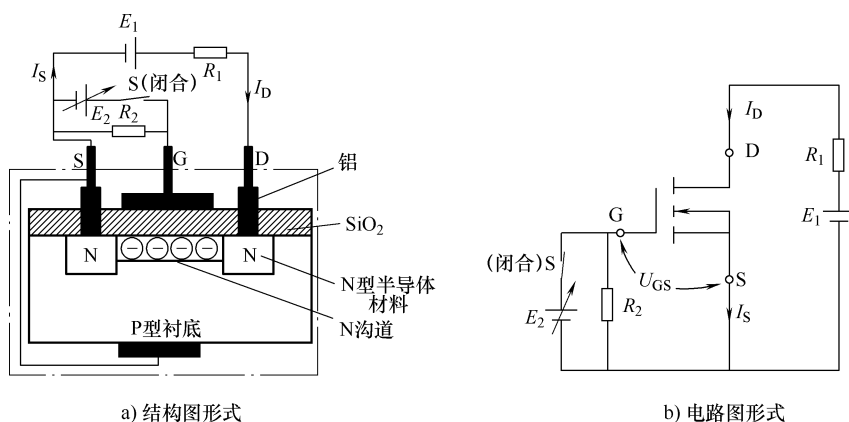

图 10-6 加有电压的增强型 NMOS 管
(2) 工作原理 增强型 NMOS 管需要加合适的电压才能工作。加有电压的增强型 NMOS 管如图 10-6 所示，图 10-6a 为结构图形式，图 10-6b 为电路图形式。